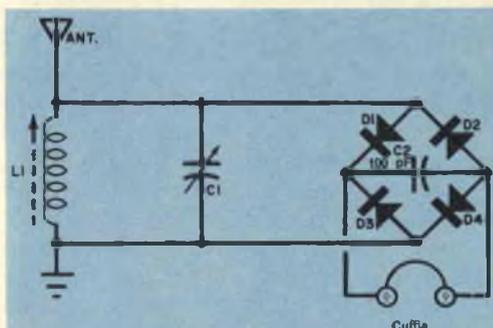

Fig. 2 - Ricevitore a diodo di alta efficienza con rivelazione ad onda intera, ottenuta con l'impiego di quattro diodi (D1-D2-D3-D4) montati a ponte.
**Costruzione** - Come si vede nella *fig. 2*, la costruzione dell'amplificatore è estremamente semplice e la disposizione delle parti non è critica; se si vuole montare un controllo di volume, si tenga presente che
Fig. 2 - Tutte le parti, tranne le batterie, si montano all'interno del mobile sul pannello frontale. Lo spazio è sufficiente per montare anche un controllo di volume. Si deve avere cura di rispettare le polarità dei due condensatori.
onda; il raddrizzamento o la rivelazione ad onda intera mediante quattro diodi, come nel circuito illustrato nella *fig. 2*, è però più efficiente.